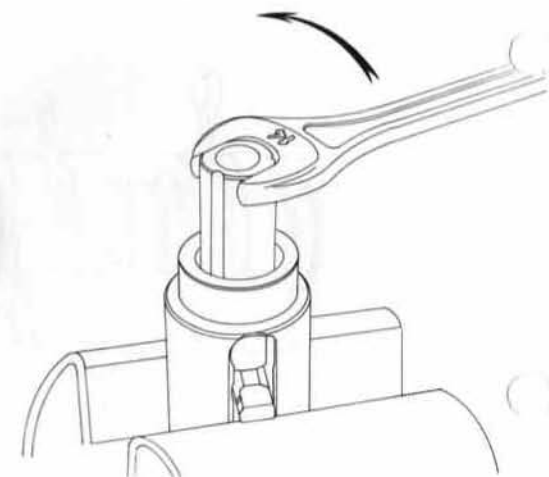

FIG 5
- Débloquer et dévisser l'arbre enclencheur (fig. 5).